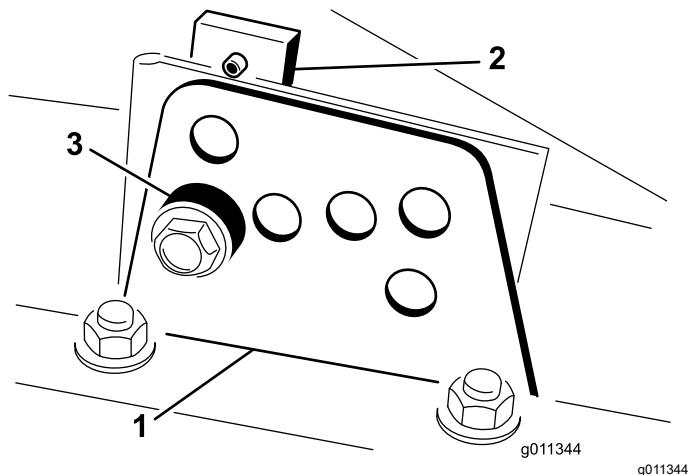

Bild 6
4. Entfernen Sie das Distanzstück, während Sie gleichzeitig die Kammer abstützen (Bild 6).
2. Lockern Sie die Schrauben, mit denen die Schnitthöhenhalterungen an der Schnitthöhenplatte (vorne und an beiden Seiten) befestigt sind, siehe (Bild 6).